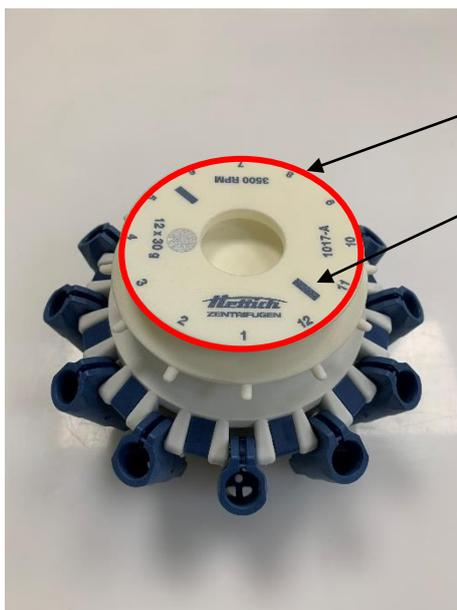

Fig. 7.6
1. Saisir le rotor par la zone de prise (fig. 7.6, pos. 1) et le placer au-dessus de l'axe du moteur.
2. Aligner les repères (fig. 7.6, pos. 2) sur le dessus du rotor avec les fentes sur l'axe du moteur.